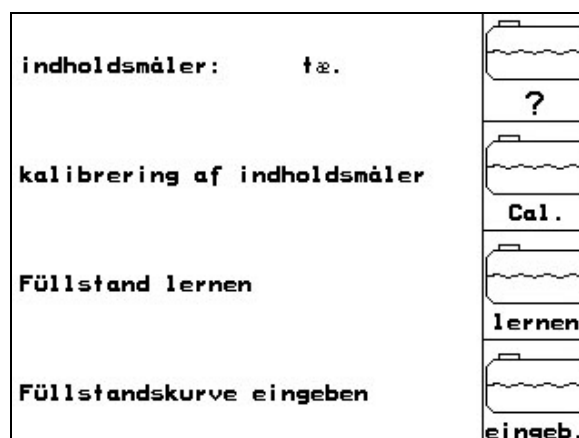

Fig. 64
- Maskinen overstyrer (Fig. 64/1):